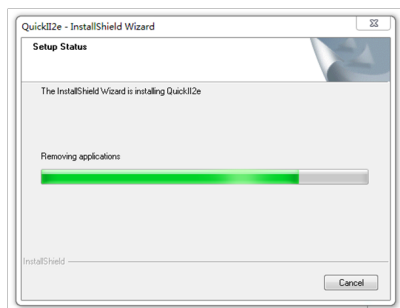

图 1.6
- 若用鼠标左键单击 (Install) 按钮，则进入安装界面，如图 1.6 所示。
5、安装程序开始进入自动安装步骤，如图 1.6 所示。这时如果想退出，请按下 (Cancel) 按钮。